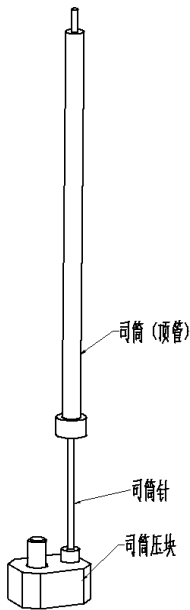

图 7-5 司筒的结构组成
- 1) 能用顶针的情况下尽量不用司筒。司筒的结构组成包含司筒、司筒针、司筒针固定零件 3 个部分（如图 7-5 所示）。司筒也称顶管，起到成型与顶出作用；司筒针起成型作用，布置司筒针时，不要与 K.0 孔（顶棍孔）产生干涉。如果干涉，看 K.0 孔能否取消（大模上可以用多个 K0 孔），不能取消就要将司筒改成镶针。如果一定要用司筒时，就只能改变产品排位。